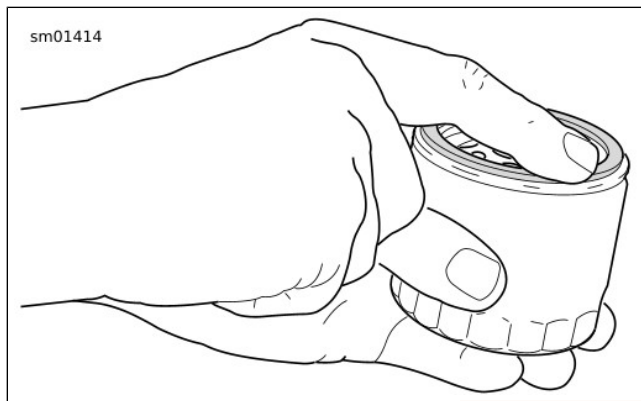

Abbildung 93. Schmieren der neuen Ölfilterdichtung
7. Siehe Abbildung 93 . Den **neuen** Ölfilter einbauen.